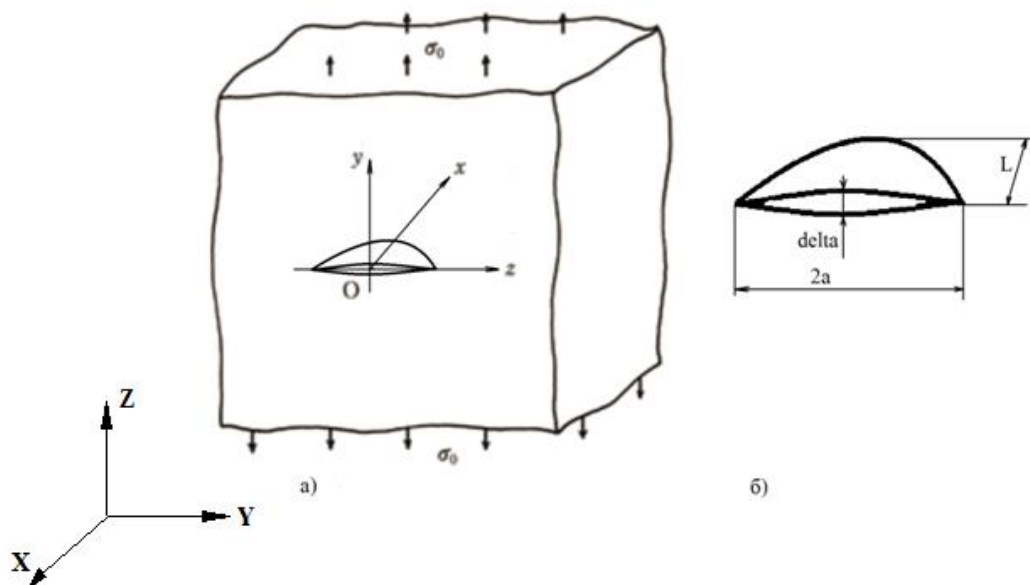

Рисунок 14.3 – Модель с трещиной. а) ЛСК трещины, б) обозначение размеров трещины
1.2) Ориентация ЛСК трещины по осям ГСК. Задается ЛСК трещины относительно ГСК (рисунок 14.3 а).
1.3) Размеры трещины, мм (рисунок 14.3 б).